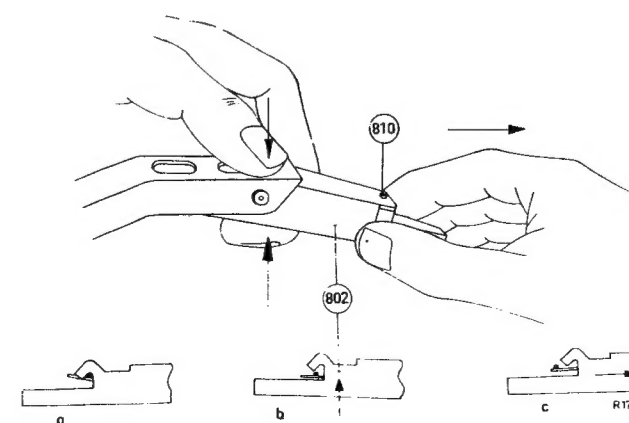

Fig. 24
2. Mit dem Ringfinger der linken Hand Kopfhalter 802 hochdrücken Abb. 24.